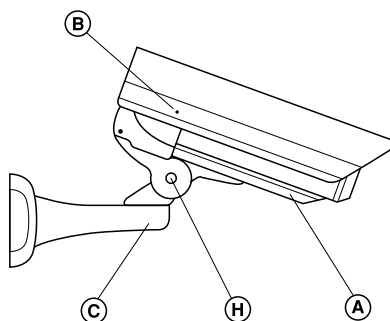

Fig. 4
7. Atravesar la membrana de goma que sujeta los cables (E) que se utilizarán. Hay dos de estas membranas para los cables de diámetro 7~9mm y dos para los cables de diámetro 9~12mm (Fig. 4).
11. Cerrar el conjunto dejándolo en la posición deseada y fijar la rótula utilizando los tornillos (C) y (H) y haciendo uso de una llave hexagonal de 6mm (Fig. 4).
12. Cerrar la cabina siguiendo el sentido inverso de la apertura. Volver a posicionar el cuerpo, conectar la toma de tierra, fijar el cuerpo al fondo, fijar el tornillo (A) del carril exterior.